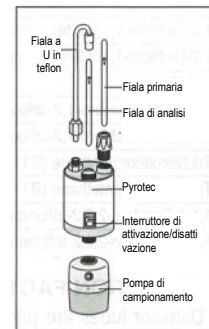

fig. 1
5. Inserire la fiala primaria e la fiala di analisi nel Gastec Pyrotec con la freccia (G) sulla fiala rivolta verso Gastec Pyrotec Pyrolyzer (fig. 1).